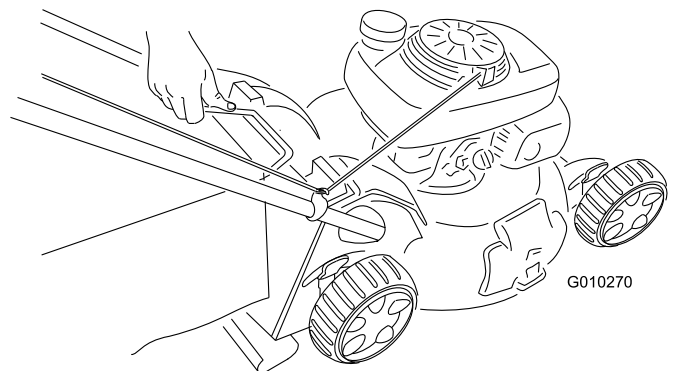

Bild 33
2. Heben Sie den Fangkorbgriff aus den Kerben oben an der Maschine und nehmen Sie den Fangkorb ab (**Bild 33**).